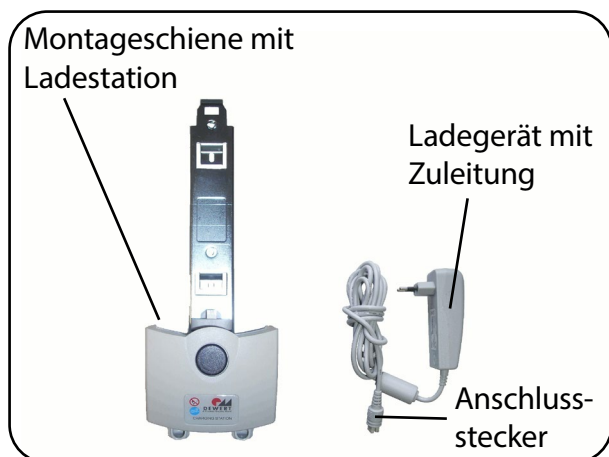
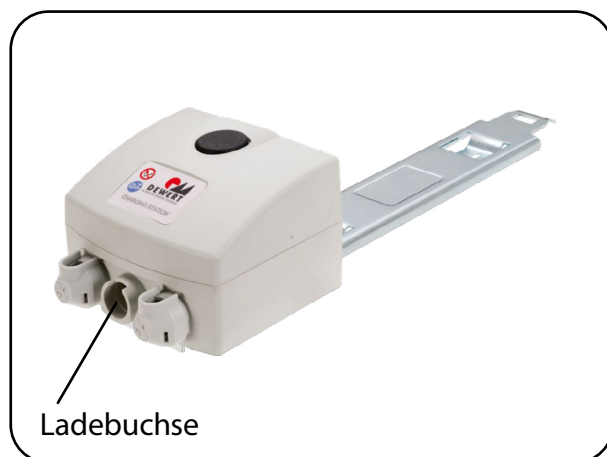

Abb. 6.3.01 – Lieferumfang Zubehör Wandladestation
Abb. 6.3.02 – Montageschiene mit Ladestation
2. Stecken Sie den Anschlussstecker vom Ladegerät in die Ladebuchse der Wandladestation (Abb. 6.3.01 und Abb. 6.3.02).